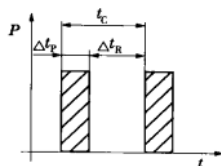

图1 S3 工作制
2) S3 工作制——断续周期工作制(周期性工作制是指负载运行期间电动机未达到热稳定)。按系列相同的工作周期运行,每一周期包括一段恒定负载运行时间和一段停机和断能时间,这种工作制,每一周期的起动电流不致对温升有显著影响(图 1)。